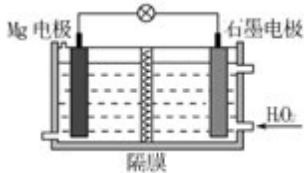

图3
1. (2013年江苏) $\text{Mg} - \text{H}_2\text{O}_2$ 电池可用于驱动无人驾驶的潜航器。该电池以海水为电解质溶液,示意图如图3。该电池工作时,下列说法正确的是()。